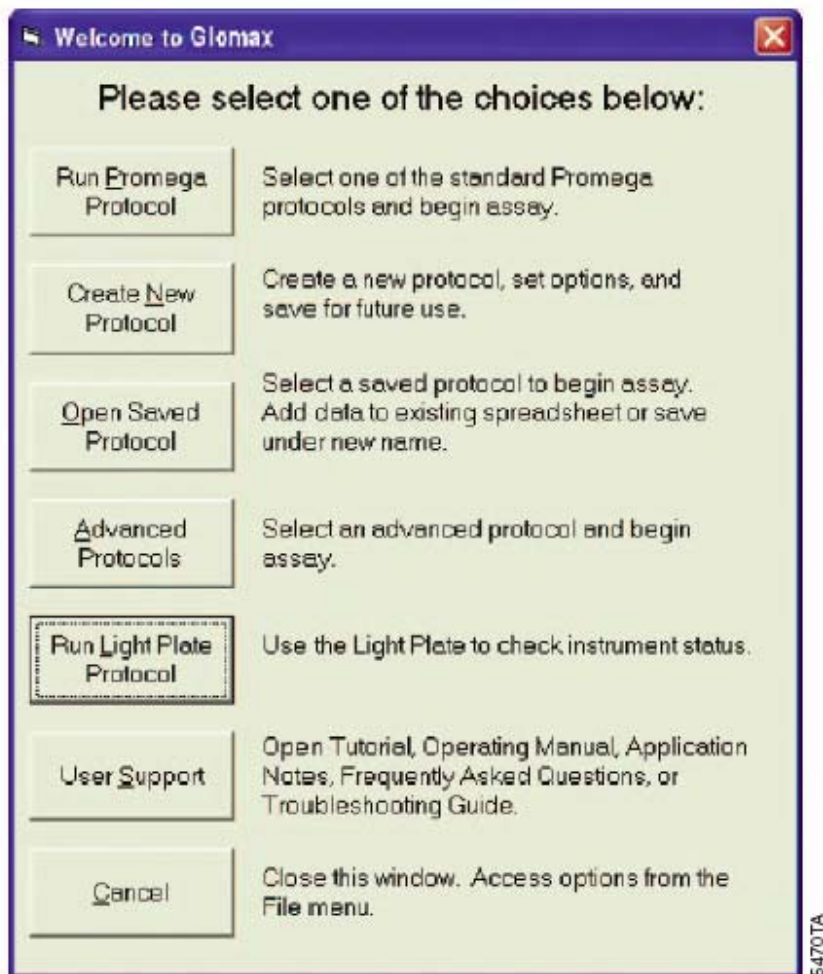

Abbildung 5: Das *Welcome to GloMax™* Dialogfeld
1. Um die GloMax™ 96 Software zu starten, drücken sie auf das GloMax™ Symbol auf Ihrer Benutzeroberfläche oder wählen Sie das Program im Startmenü Ihres Computers. Es erscheint das „Welcome to GloMax™“ Dialogfeld (Abb. 5).